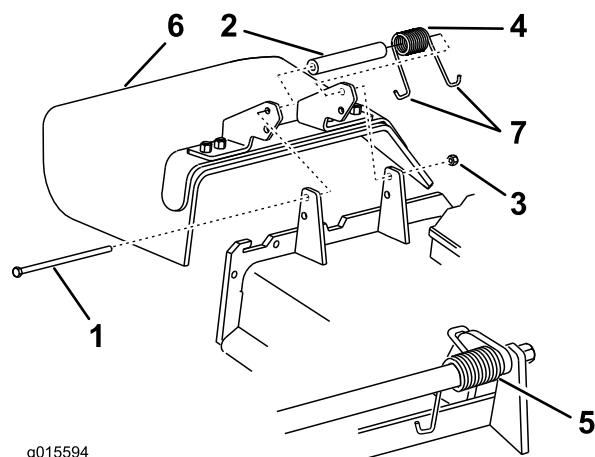

Figura 62
- Togliete il dado di bloccaggio, il bullone, la molla e il distanziale che fissano il deflettore alle staffe orientabili del tosaerba (Figura 62). Togliete il deflettore di sfalcio se è danneggiato o consumato.
Nota: Verificate che un'estremità J della molla si trovi dietro il bordo del piatto di taglio prima di montare il bullone, come illustrato nella Figura 62
3. Montate il bullone e il dado. Infilate un'estremità a gancio **J** della molla attorno al deflettore dello sfalcio (Figura 62).